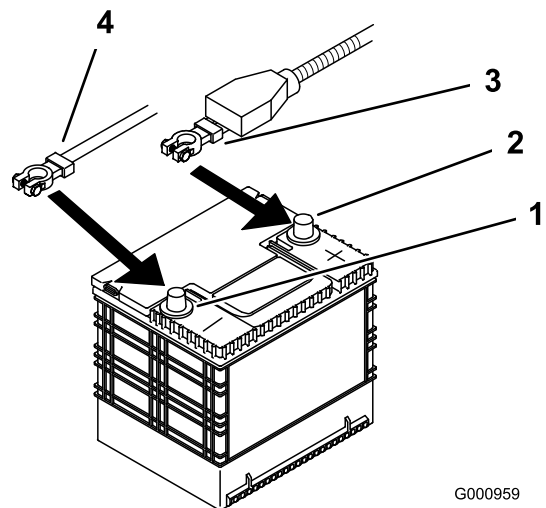

Bild 45
4. Klemmen Sie zunächst das Minuskabel vom Minuspol (-) der Batterie ab (Bild 45).
5. Ziehen Sie die rote Polkappe vom (roten) Pluspol der Batterie ab. Ziehen Sie dann das (rote) Pluskabel ab (Bild 45).
4. Befestigen Sie die Kabel mit 2 Schrauben (1/4 x 3/4 Zoll), 2 Scheiben (1/4 Zoll) und 2 Sicherungsmuttern (1/4 Zoll) (Bild 45).